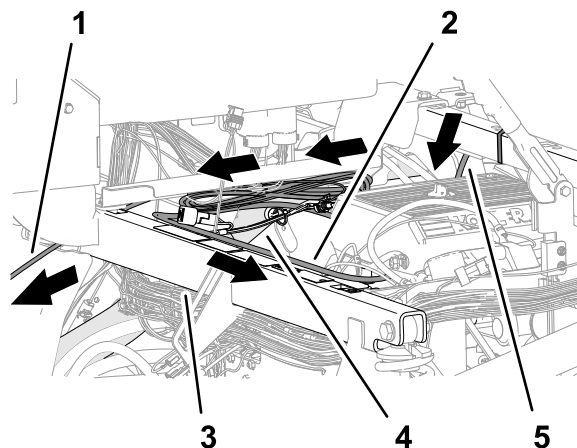

Figure 205
5. Acheminez le faisceau de données et le faisceau de batterie sur la traverse du support de siège et attachez la branche de 390 cm du faisceau de données à la traverse avec 2 serre-câbles (Figure 203 et Figure 205).
6. Acheminez la branche de 220 cm du faisceau de batterie le long du tube de cadre supérieur droit (Figure 205).
7. Acheminez la branche de 220 cm du faisceau de batterie sur le tube de support amortisseur vers la batterie (Figure 205).
8. Acheminez la branche de 220 cm du faisceau de données (branche dotée du connecteur à 26 douilles) sous la console de commande et vers l'avant en direction de la planche de bord (Figure 205).